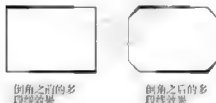

图 4-62
(1)多段线(P)参数选项:主要作用是对多段线的各个交叉点进行倒角处理。也就是说,系统根据指定的倒角距离将多段线的每个交叉点都作倒角处理,而倒角出来的斜线成为多段线的构成部分,如图 4-62 所示。